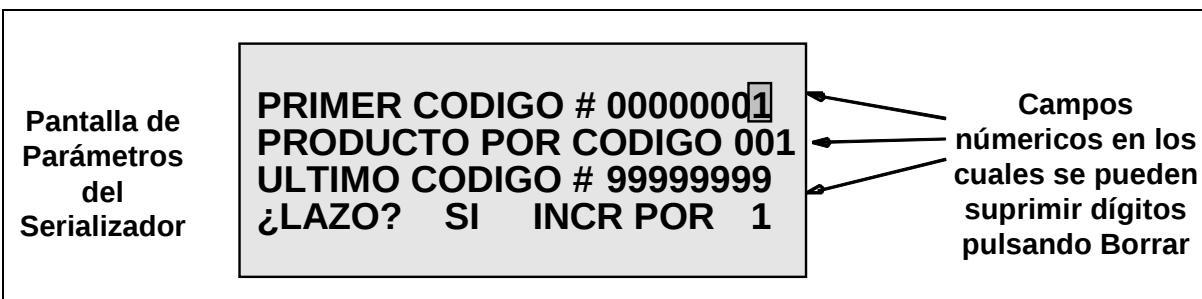

Figura 3-12. Uso alternativo de la Tecla de Borrar
- suprimir dígitos de algunos campos numéricos en la pantalla de parámetros del serializador (consulte la Figura 3-12)